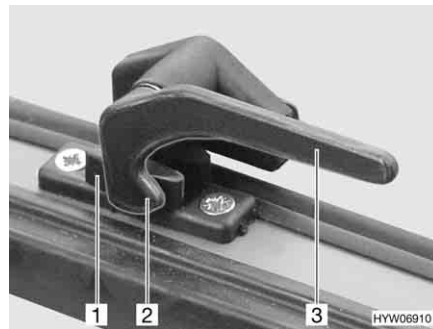

Fig. 78 Levier de verrouillage en position "Fermé"
- Tourner le levier de verrouillage (Fig. 78,3) d'un quart de tour vers le centre de la fenêtre.
- Tourner le levier de verrouillage (Fig. 78,3) d'un quart de tour vers le cadre de la fenêtre. Le tenon de verrouillage (Fig. 78,2) se trouve sur le côté intérieur du verrouillage de fenêtre (Fig. 78,1).
- En position "Fermé" (Fig. 78).